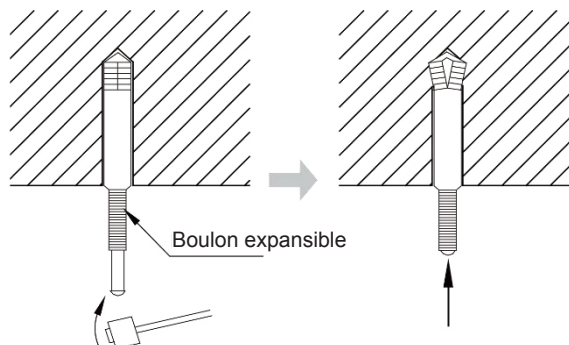

Fig 4
- 2) Insérez le boulon expansible M10 dans l'orifice, puis enfoncez le clou dans le boulon, comme indiqué sur la Fig. 4.